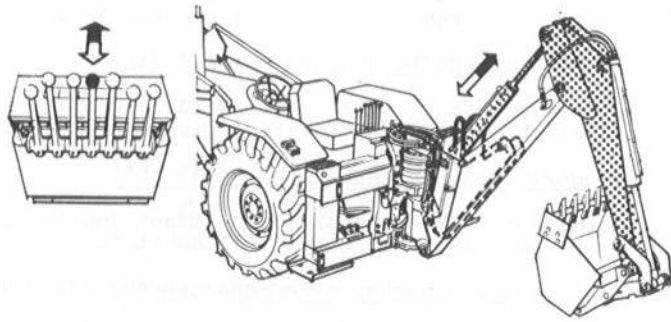

Bild 94
4. Löffelstiel-Bedienungshebel (Bild 94)